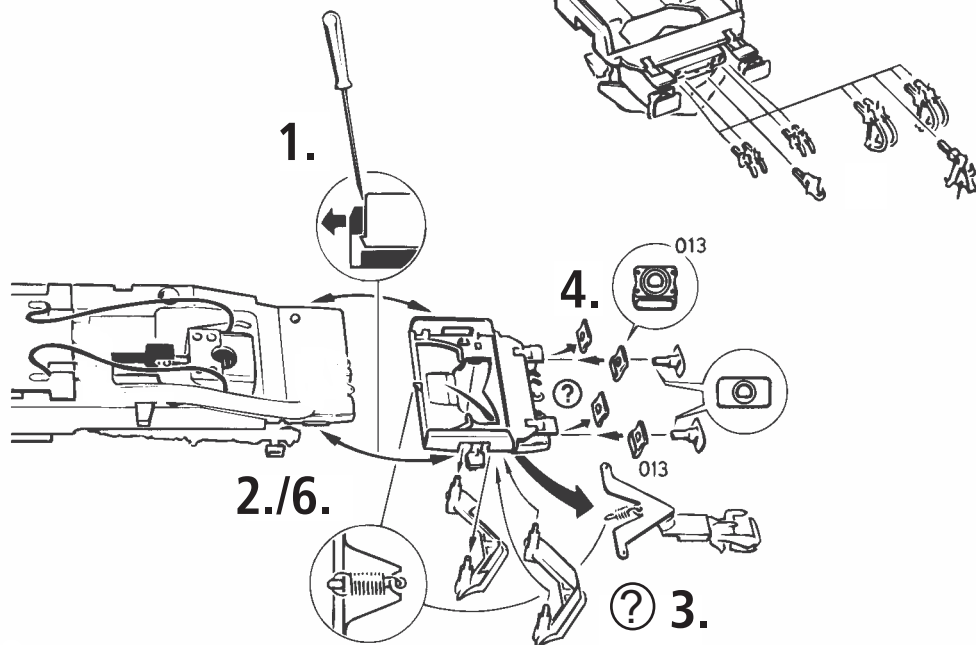
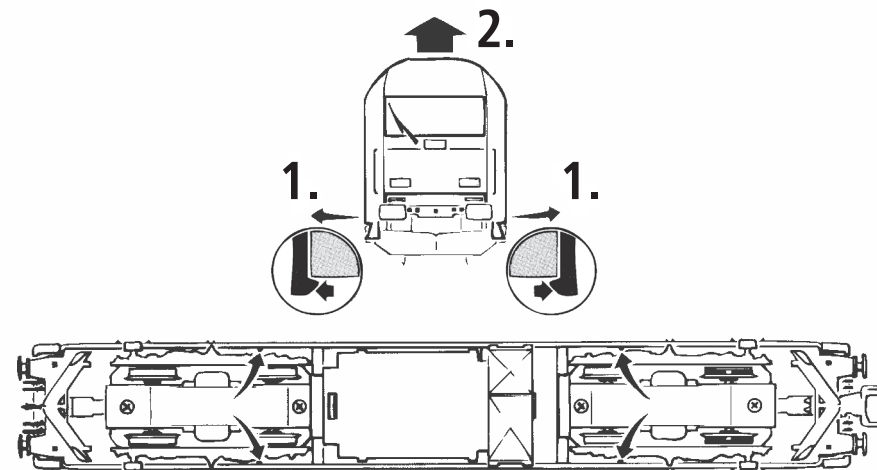

Fig. 3
Fig. 4
Mehrzugbetrieb: Zuerst Lokgehäuse abnehmen (Fig. 3). Danach den Brückenstecker aus der Schnittstelle entfernen (diesen sorgsam aufbewahren). Danach den Stecker des Decoders lage-richtig einsetzen (Fig. 4).
2. Schmierung: Versehen Sie die im Schmierplan in Fig. 7 gekennzeichneten Stellen mit nur **kleinen Öltropfen**. Dazu zuerst das Lokgehäuse abnehmen (Fig. 3). Wir empfehlen den ROCO **Öler Art.-Nr. 10906**. Fürs Schmieren der Getriebeteile (Zahnräder, Schnecke) empfehlen wir das **ROCO-Spezialfett Art.-Nr. 10905**. Im Falle der Schmierung diese Teile **nicht ölen**.
4. Motorwechsel: Lokgehäuse abnehmen (Fig. 3). Danach wird der Motor ausgebaut und ausgetauscht (Fig. 8).
Running in digital mode: Remove the jumper from the interface. Finally put the plug of the decoder into the interface as shown in fig. 4.
2. Lubrication: Apply **tiny oil drops** to spots marked in fig. 7. Prior to lubrication dismantle locomotive (fig. 3). We recommend using item no. **10906, Roco oiler**. For lubrication the gearparts (e.g. cogwheels, worm) we should recommend our Roco **special grease** (item no. **10905**).
4. Motor Changing: First remove loco body (fig. 3), and then the motor (fig. 8).
2. Graissage: N'appliquez **qu'une tout petite goutte** aux endroits indiqués par le plan de graissage (fig. 7) après avoir démonté la caisse de la locomotive (fig. 3). Nous vous recommandons le **graisseur à huile Roco réf. 10906**. Pour graisser les engrenages (roues dentées, vis sans fin) nous vous conseillons la **graisse spéciale Roco réf. 10905** pour engrenages en matières synthétiques. Lorsque vous utilisez cette graisse il faut éviter d'huiler ces composants.
Exploitation en télécommande multi-trains: Enlevez la fiche de shuntage de l'interface (à conserver!) et enfichez finalement la fiche de décodeur aux prises de l'interface. Veillez à la position correcte de la fiche (fig. 4).
4. Remplacement du moteur: Démontez la caisse (fig. 3). Démontez ensuite le moteur (fig. 8).
voir Fig.3